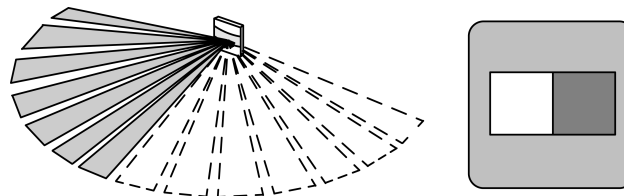

Bild 12: Erfassungsfeld einschränken
Das Erfassungsfeld kann bei Bedarf eingeschränkt werden (Bild 12).
- Blende montieren (Bild 12). Erfassungswinkel ca. 90°.